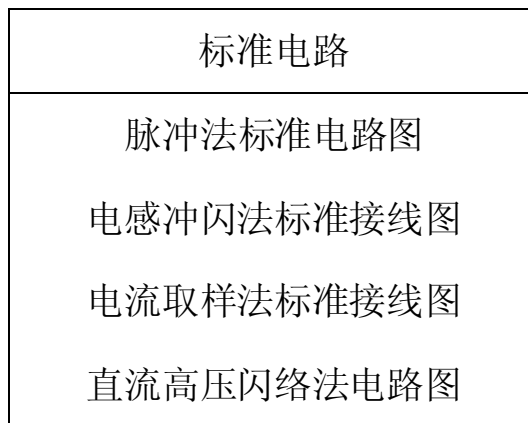

图 4.4-3
(6)标准电路：光标在 标准电路 位时，按下“确认”键，进入第二菜单如图 4.4-3，所示。可利用光标↑↓移动选择不同的选项，查看不同测试方法的外部设备接线图。